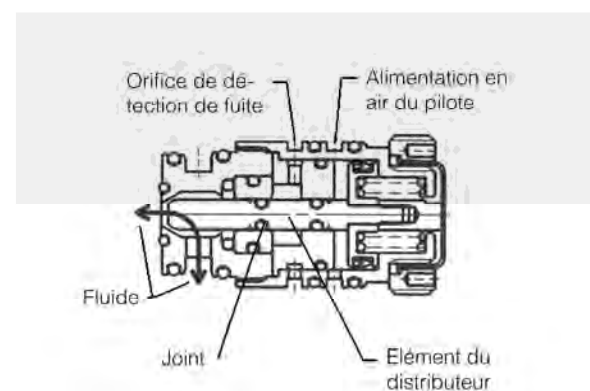

Figure 12
- Le distributeur possède une zone de détection de fuite qui sépare la partie fluide de la partie pression du pilote. Voir Figure 12